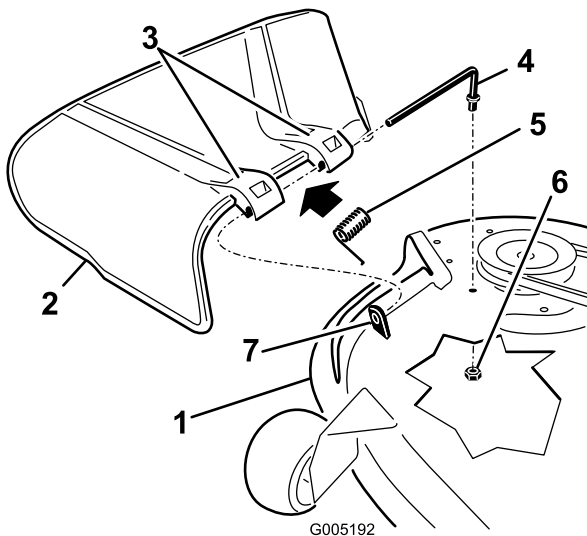

Bild 71
- Machen Sie die in Bild 71 gezeigten Teile ausfindig.
2. Nehmen Sie die Mutter (3/8 Zoll) aus der Stange unter dem Mähwerk ab (Bild 71).
3. Schieben Sie die Stange aus dem kurzen Vorsprung, der Feder und dem Ablenkblech (Bild 71). Entfernen Sie defekte oder abgenutzte Ablenkbleche.
4. Montieren Sie das Ablenkblech (Bild 71).
6. Setzen Sie die Feder mit den Enddrähten nach unten auf die Stange, zwischen die Ablenkblechhalterungen. Schieben Sie die Stange durch die zweite Halterung am Grasablenkblech (Bild 71).
7. Schieben Sie die Stange vorne am Ablenkblech in den kurzen Vorsprung am Mähwerk. Befestigen Sie das hintere Stangenende mit einer Mutter (3/8 Zoll) am Mähwerk (Bild 71).